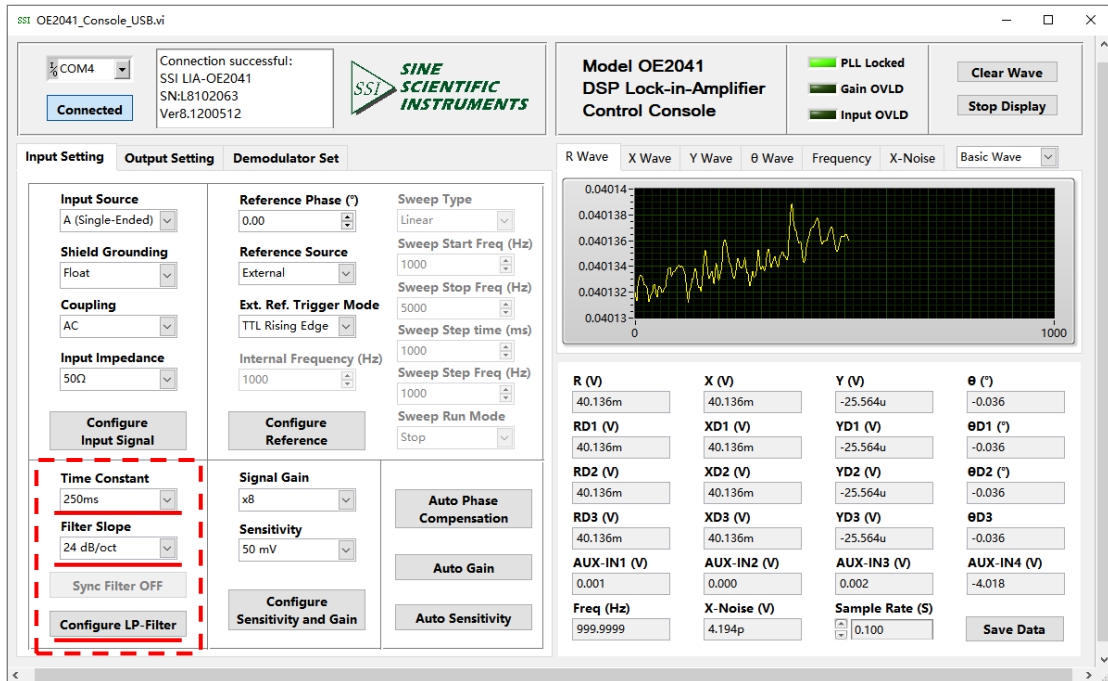

图79. 滤波器配置图
3. 根据表 14, 在滤波器配置区域选择好时间常数和滤波器陡降, 其它选项默认, 如图 79 所示, 最后需要点击“Configure LP-Filter”, 以完成配置;